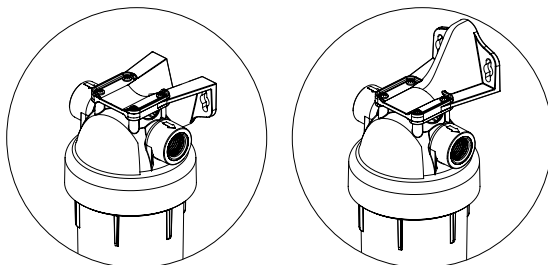

Рис. 1
5. Уплотните соединения льном, фум-лентой или специальными герметиками для трубных соединений, подсоедините корпус к магистрали холодной воды, соблюдая направление согласно указателю в виде стрелок на крышке. Закрепите корпус на скобе крепления. Скобу крепления корпуса фильтра Базис можно использовать в двух положениях (рис. 1).